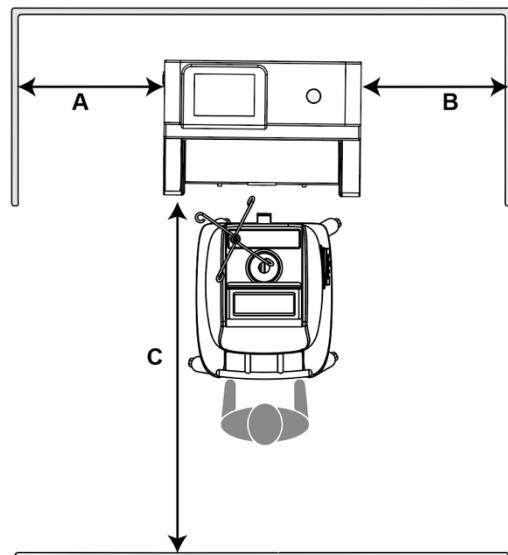

Figura 5 Requisitos Mínimos de Espaço no Chão
- A ancoragem é instalada numa sala de utilidades ou área de eliminação com acesso a alimentação eléctrica, fornecimento de água e um dreno de resíduos de fluidos. A instalação de cuidados de saúde é responsável pela preparação do local de instalação e disponibilidade de utilidades. Consulte a secção Especificações para requisitos de alimentação eléctrica, água e drenagem. Certifique-se de que a área de instalação cumpre os requisitos de utilidades e espaço (Figura 5).